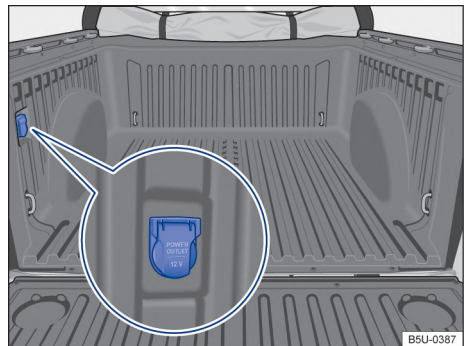

Fig. 107 Compartimento de carga: toma de corriente 12 V.
- La toma de corriente 12 V se puede encontrar en la parte interior del compartimento de carga → fig. 107 (dependiendo de la versión del vehículo, puede no estar disponible).